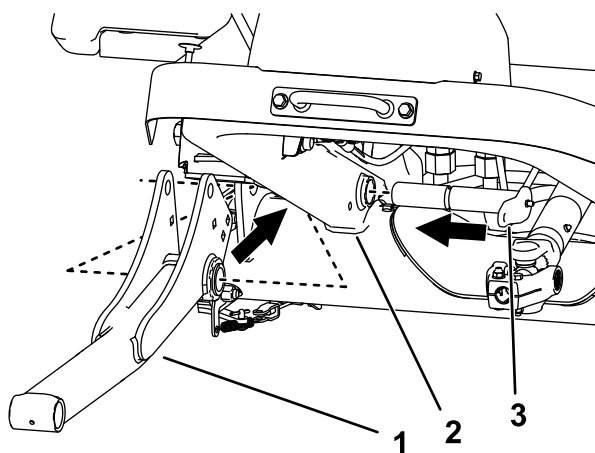

図 10
- 昇降アームと大きいピンをマシンのフレームに取り付ける 図 10。